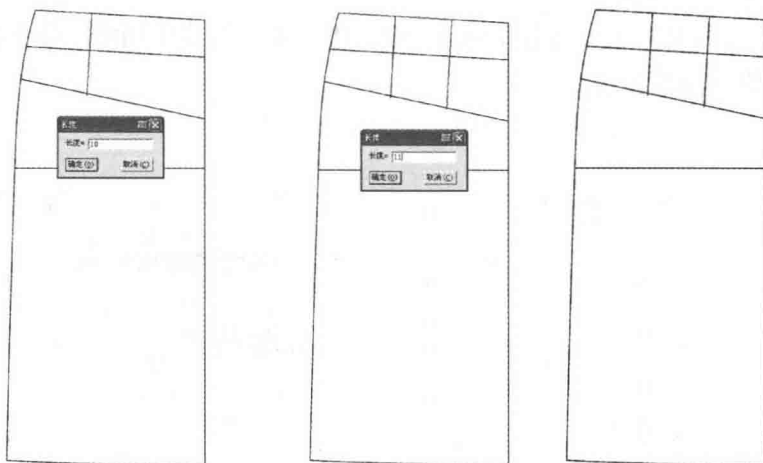

图5-20 画省线
(1) 如图 5-20 所示, 选择  【智能笔】工具按住【Shift】键, 进入【三角板】功能。在腰围线三等分处画一条垂直线 10cm。用同样方法再画一条垂直线 11cm。